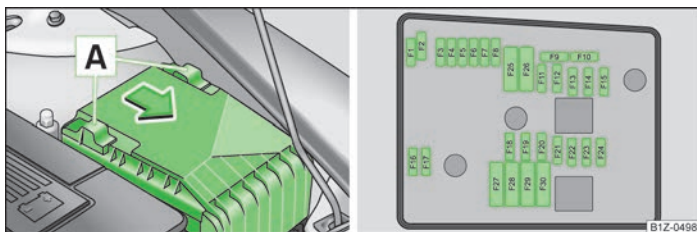

Fig. 159 Capacul cutiei cu siguranțe din compartimentul motor / Reprezentare schematică a cutiei cu siguranțe
- Capacul cutiei cu siguranțe se desprinde prin împingerea etrierului **A** » fig. 159 spre înainte, până la capăt. În spatele etrierului se afișează simbolul . Capacul poate fi detașat acum.